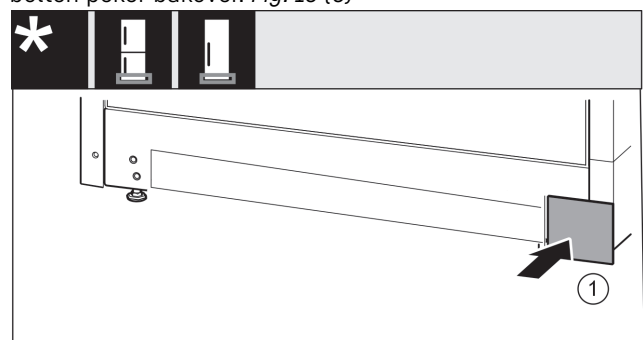

Fig. 16
- ▶ Sett på dekselet på den andre siden igjen. Fig. 16 (1)